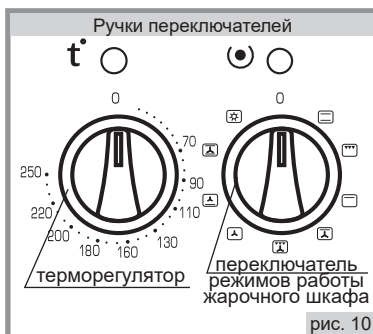

рис. 10
■ Установка рабочей температуры в жарочном шкафу обеспечивается терморегулятором, который задает необходимую температуру (рис.10). Значения температур указаны на панели управления и являются ориентировочными, могут колебаться в пределах $\pm 15^{\circ}\text{C}$.